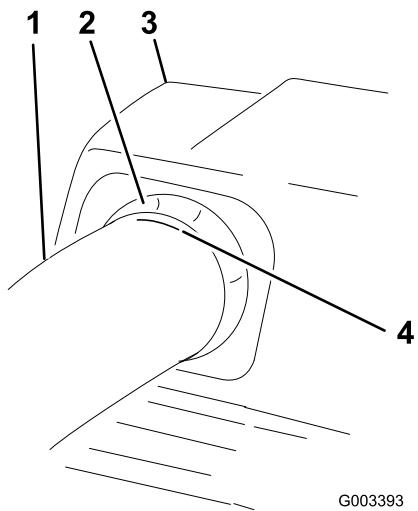

Figura 24
5. Installate il tubo superiore nell'apertura dell'insaccatrice e tiratelo indietro estraendolo in modo che la tenuta di gomma si sporga fuori (Figura 22 e Figura 24).
7. Una volta raggiunta la misura di 19 mm, segnate il tubo superiore sull'esterno nel punto in cui la tenuta di gomma sporge all'infuori. Questo viene segnato per assicurare la posizione corretta per il tubo superiore quando si praticano i fori e si collegano i tubi superiore e inferiore (Figura 24).